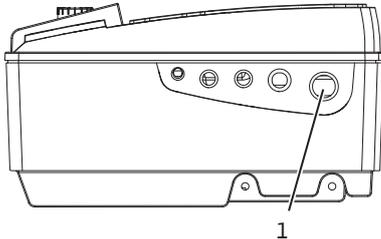

Рис. 18: Кабельный ввод M25
- Электроподключение должно осуществляться с использованием фиксированного кабеля для подключения к сети (сечение жил мин. 4 x 2,5 мм2, макс. 4 x 6 мм2), оснащенной штекерным соединителем или всеполюсным выключателем с шириной замыкания контактов мин. 3 мм. Кабель для подключения к сети нужно проводить через кабельный ввод M25 (рис. 18, поз. 1).